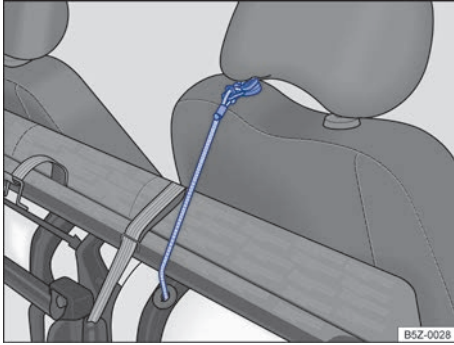

Fig. 71 Correa elástica roja para fijar el vástago del apoyacabezas.
- Localice la correa elástica roja ubicada en la parte inferior del cojín del asiento y coloque el gancho de la correa en el vástago del apoyacabezas del asiento del acompañante → fig. 71, inmovilizando el conjunto.
- Suelte el gancho de la correa elástica roja del vástago del apoyacabezas → fig. 71 y, colóquelo debajo del asiento trasero.